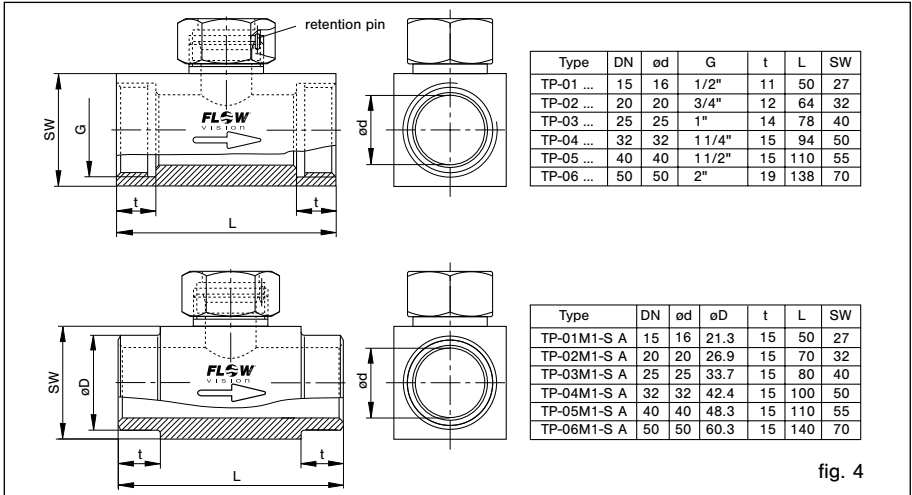

fig. 4
- Installation:** sensor adapter TP-.. (fig. 4)